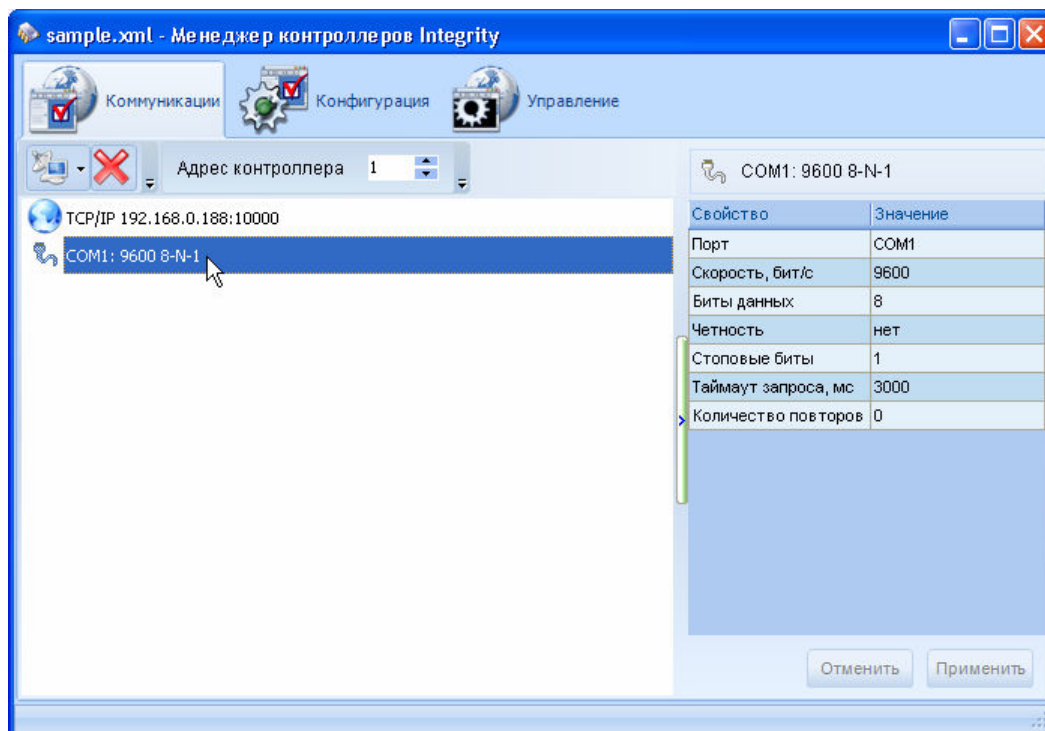

Рисунок 1 Страница настройки каналов связи
- коммуникации (см. рис. 1);
Страница основного окна, содержащая элементы управления для настройки каналов связи между программой ICM и контроллером Integrity, изображена на рис. 1.